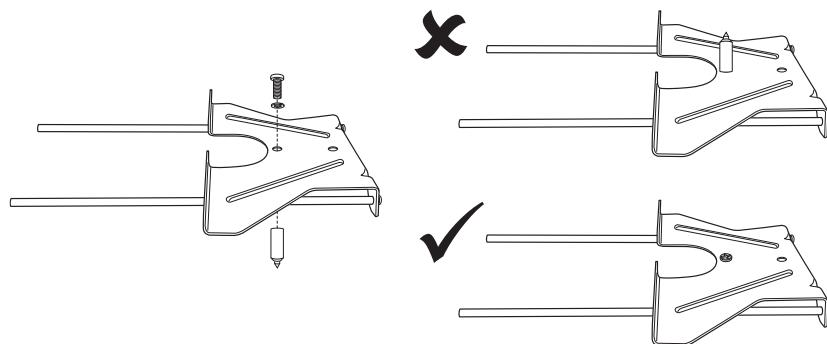

Fig. 9a
- > Aliniaţi filetul pe vârful pinului de centrare (20) la unul dintre orificiile de montaj de pe ghidajul paralel (18).
- > Fixaţi conexiunea cu șaiba elastică şi șurubul utilizând o surubelnită în cruce adecvată (Fig. 9a).